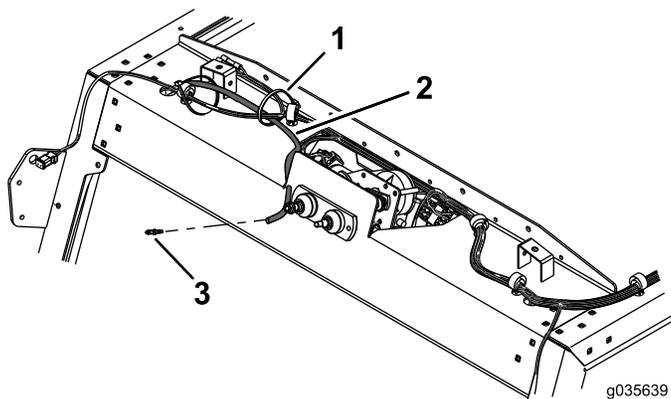
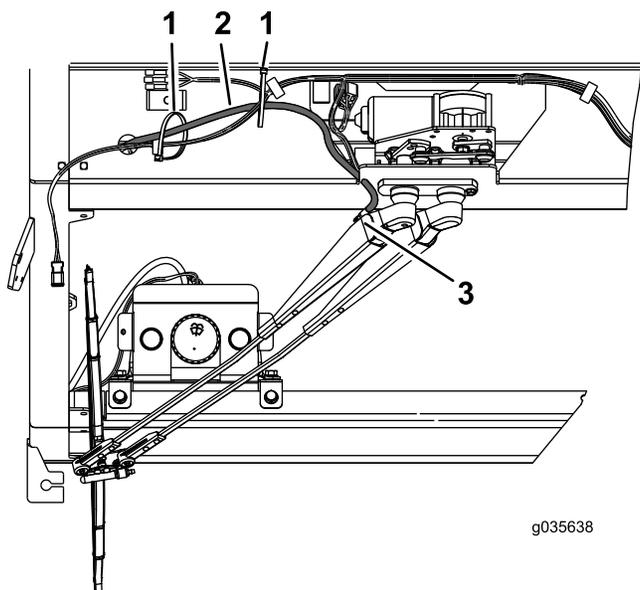

Figura 10
Figura 11
7. Inserte el conector dentado en la manguera del motor de la bomba, y conéctelo al brazo del limpiaparabrisas (Figura 10 y Figura 11).
- 8. Sujete la manguera al arnés de cables con las bridas, según se muestra en Figura 11.